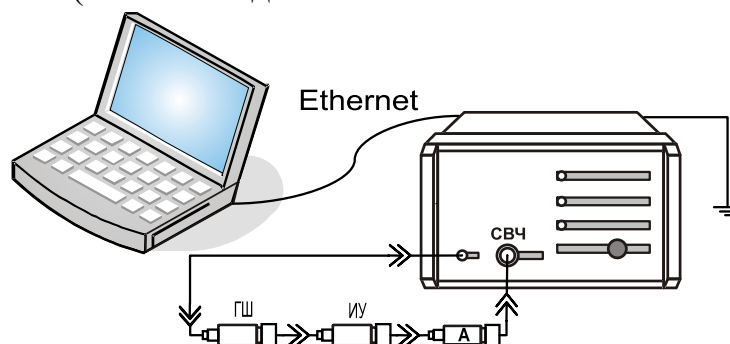

Рисунок 12 – Схема измерений ИУ без преобразования по частоте или с внутренним генератором и ФНЧ
**Шаг 3.** Собрать измерительную схему (см. рисунок 12 и 13):